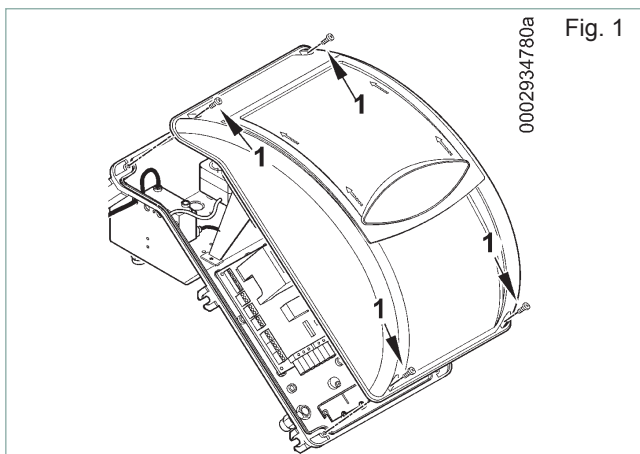

Fig. 1
- 卸下图1的4个螺丝（1），移除盖子，而无需拆卸下透明盖板。通过这种方式可以接触到燃烧器的电控面板。